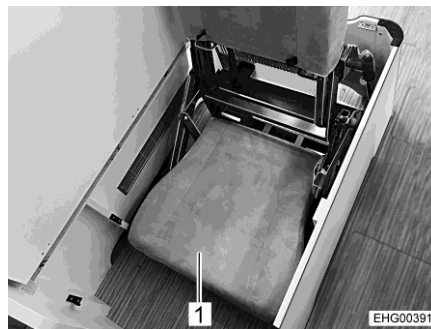

Bild 22 Sätesyta, sänkt
- Ta tag i stolsytan (Bild 22,1) fram och bak och sväng den framåt och uppåt.